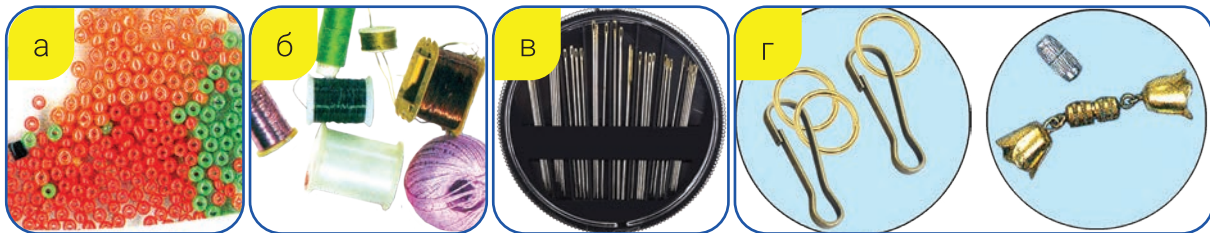

Рисунок 37. Инструменты и аксессуары для бисероплетения.
- бисер – бывает круглым, цилиндрической формы, многогранный, изготавливается из стекла, металла, пластмассы и костей. Бисер имеет небольшую сферическую форму, открытую с двух сторон для нанизывания на нить. Часто используется бисер круглой формы. (рис. 37 а);
- для вышивки используются натуральные, синтетические и армированные нити. При работе с бисером, желательно, чтобы цвет нити совпадал с цветом бисера (рис. 37 б);
- игла для бисероплетения очень тонкая, имеет длинное ушко для заправки нити. Рекомендуется использовать иглы с номерами от 10 до 16 (рис. 37 в);
- чтобы было удобно одевать и снимать украшения применяются застёжки. (рис. 37 г);